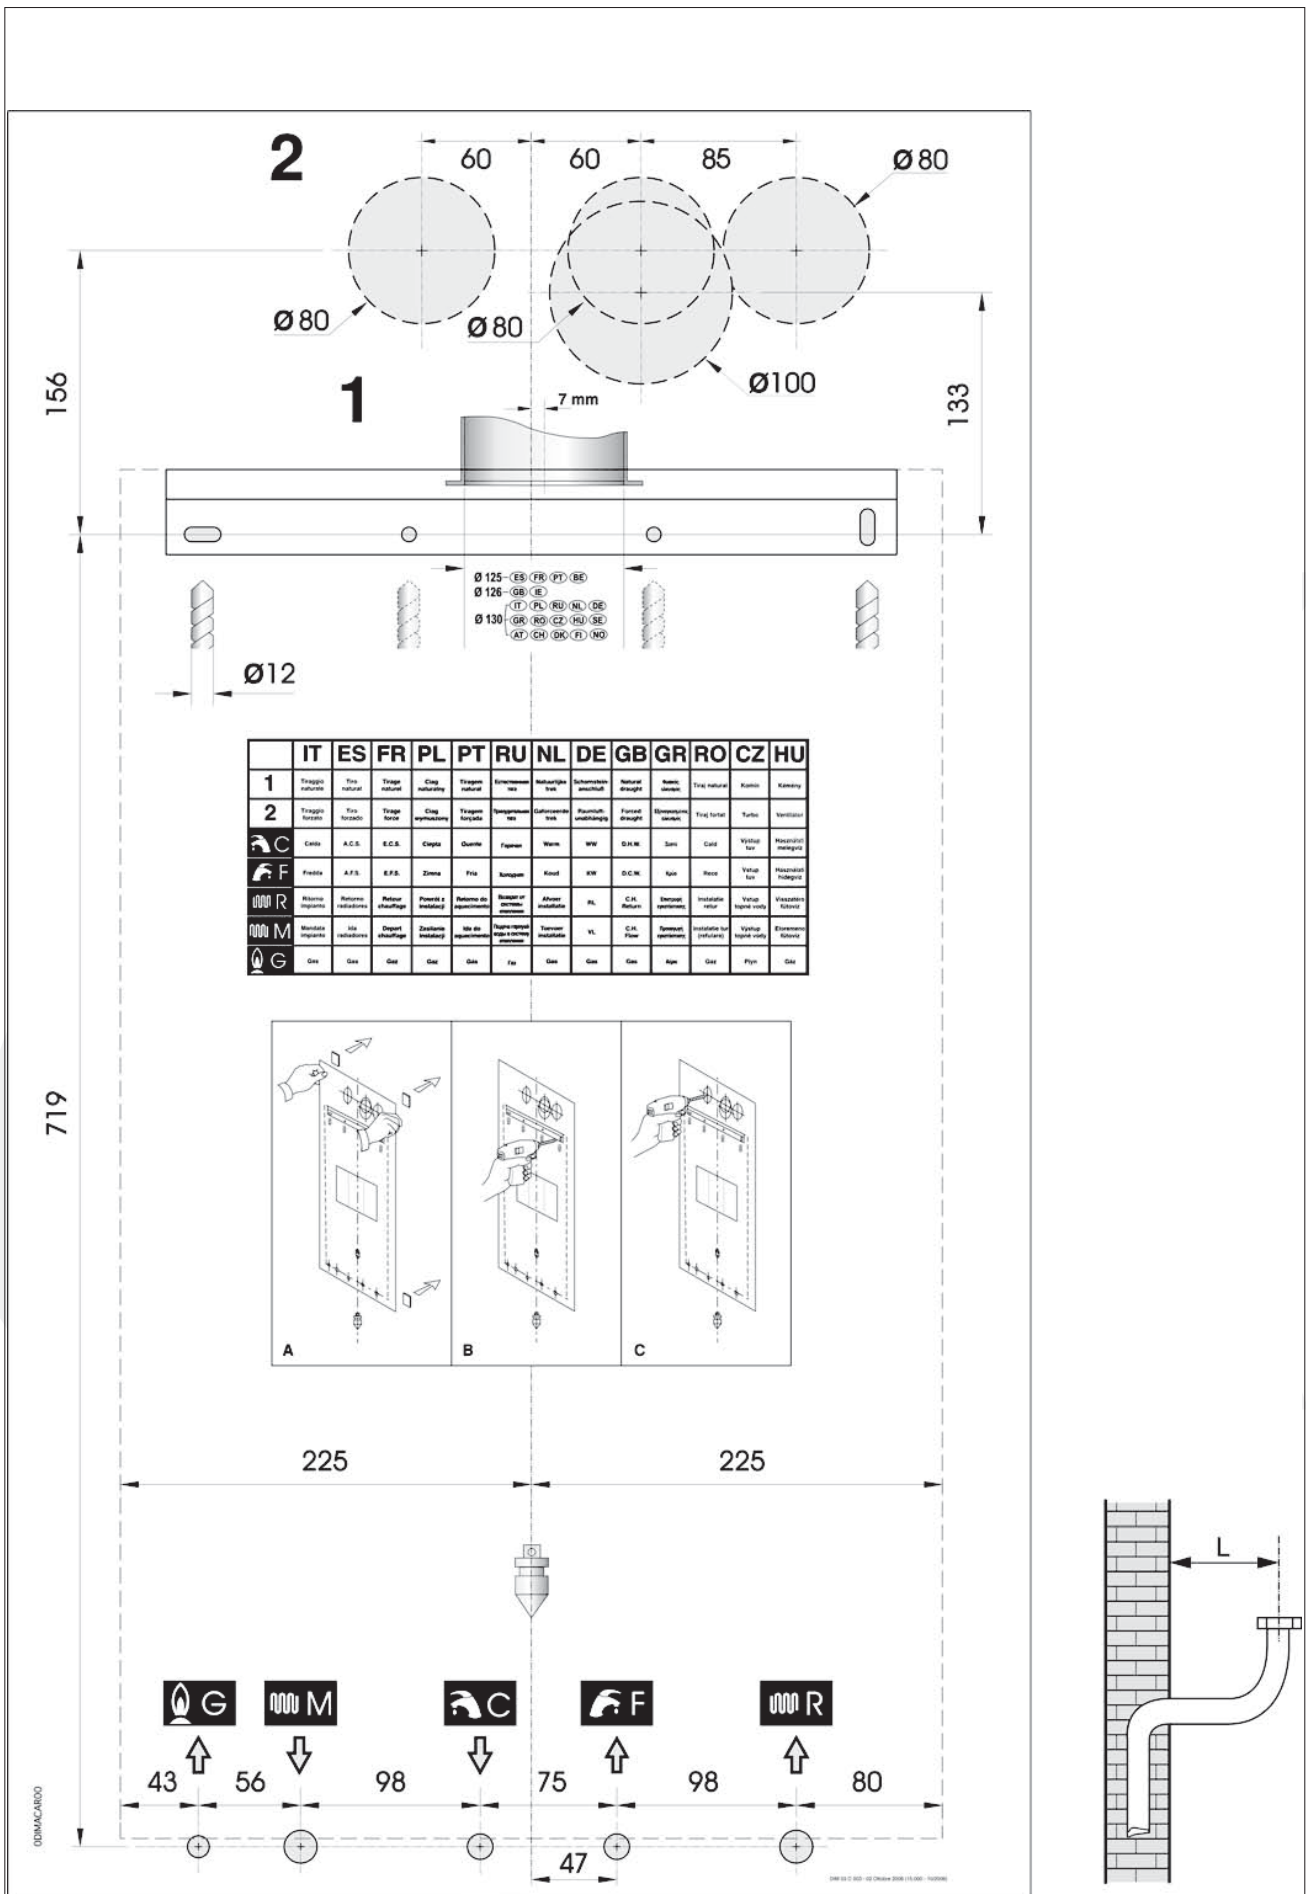

Рис. 8 – Монтажный шаблон
- б) монтажный шаблон (рис. 8);
Каждый котел снабжен специальным бумажным шаблоном, находящимся в упаковке (рис. 8), который позволяет подготовить трубы для подключения к системе отопления, к линии воды санитарного назначения, к газовой магистрали и воздухоподающие/дымоотводящие трубы в момент их разводки, т.е. до начала установки котла на выбранное место. Этот шаблон изготовлен из прочного бумажного листа, который, с помощью уровня, крепится на стену, предназначенную для установки котла. На шаблоне имеются все указания, необходимые для выполнения отверстий для крепления котла к стене двумя болтами с эластичными дюбелями.